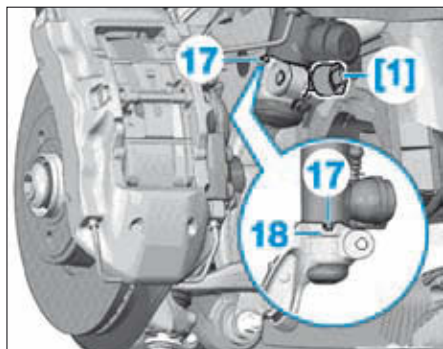

FIG. 10
- Respecter l'ordre de serrage des vis (13), (14), (15) et (16) du palier supérieur de suspension.
- Lors de la mise en place de l'amortisseur sur la chape, veiller à ce que les ergots de centrages (17) soient correctement encastrés dans la gorge (18) (Fig.10).